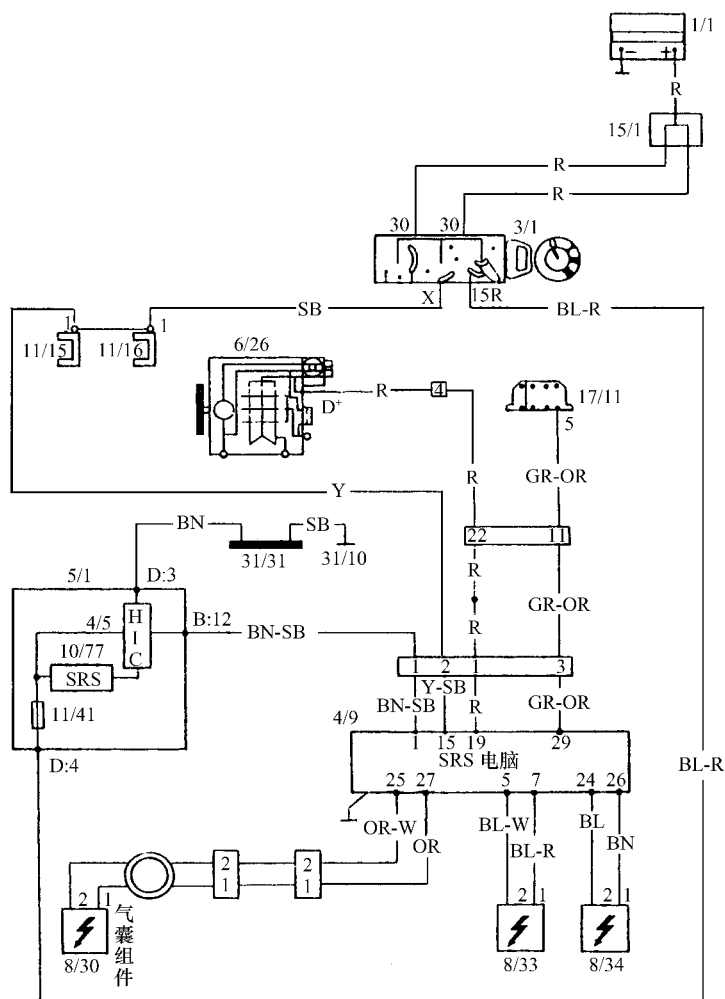

图 7-6 93 款沃尔沃 940 型轿车 SRS 电路
(2)故障诊断与排除:沃尔沃 940 型轿车装备的 SRS 由碰撞传感器、SRS 电脑、SRS 气囊、点火装置和 SRS 指示灯组成,其控制线路如图 7-6 所示,驾驶席与乘员席 SRS 点火器以及座椅安全带收紧器的电阻值均为 $2.15\Omega \pm 0.35\Omega$ 。
通过读取故障码,读得故障码 242,其含义是乘员席安全带收紧器线路断路。经检查,发现图 7-6 中 8/34 元件(乘员席安全带收紧器)线束中的 BL 颜色线已被磨断,重新接好包扎,装复,按下述方法清除故障码后,试车故障排除: